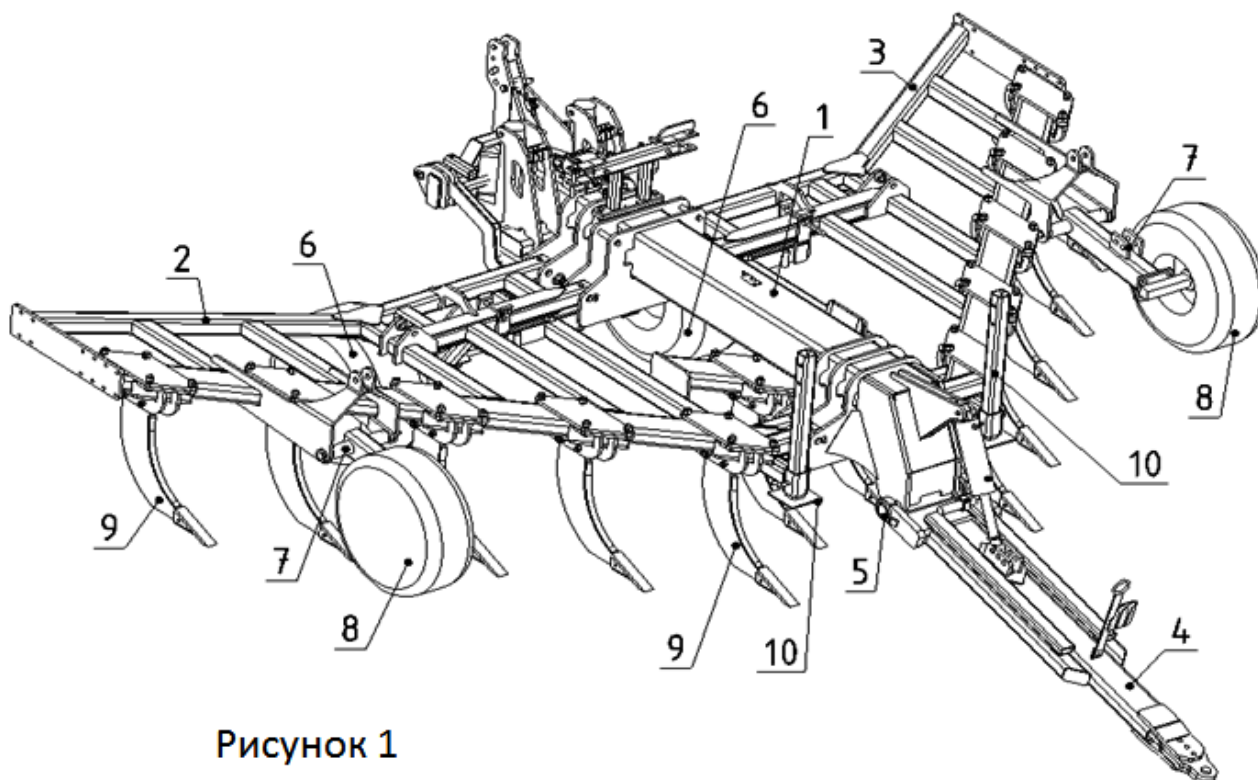

Рисунок 1
6.2.2. СБОРКА РАМЫ (рис. 1)
- поднимите опорные стойки 10 (рис.1);